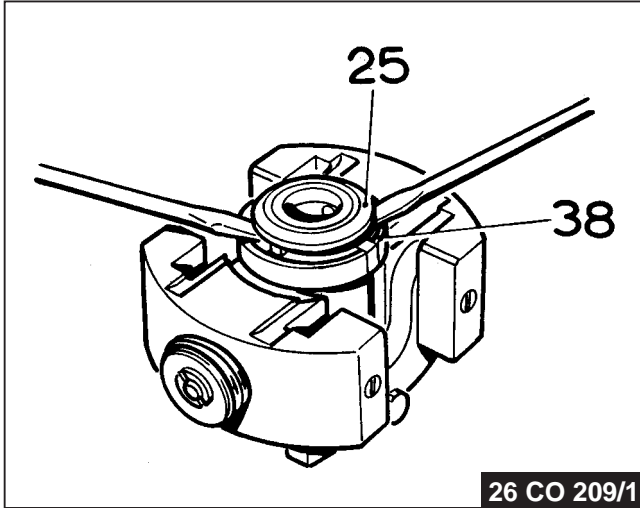

Fig. 5.
9. Neem de meenemer met behulp van twee schroevendraaiers uit de gewichtendrager 38 (fig. 5). Verwijder de trillingdemper 29.